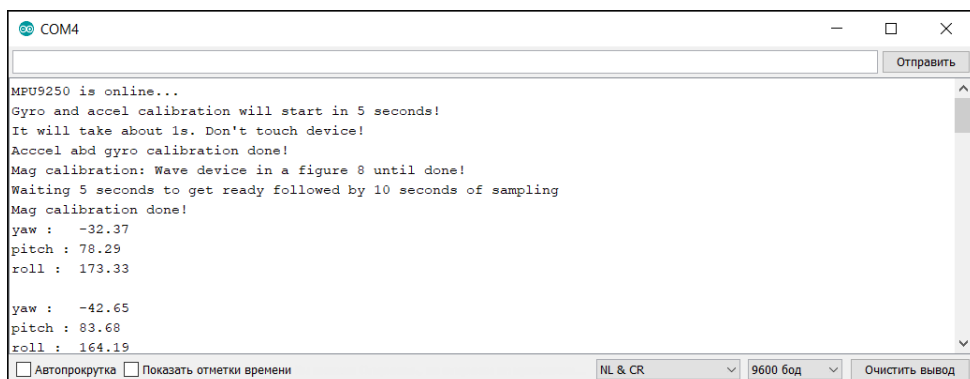

Рис. 3.7
6. После завершения перечисленных выше операций вы увидите в мониторе порта значения углов курса, крена и тангажа. Теперь, если произвольно отклонять модуль в пространстве, данные углы будут изменяться (Рис. 3.7);